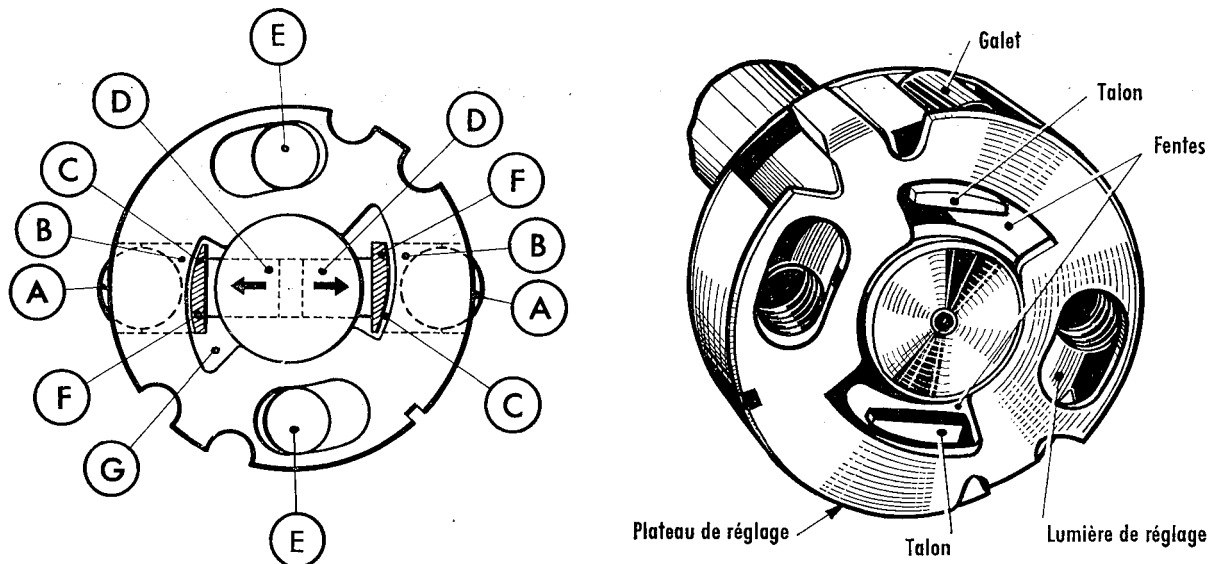

Fig. 7. — Système de réglage du débit maximum.
Lors du refoulement, ces deux pistons sont actionnés par deux galets cylindriques (fig. 7) qui sont repoussés par les bossages des cames usinées à l'intérieur d'un anneau fixe (3).
- (1) Le régulateur mécanique possède un degré d'irrégularité de 2 à 3 %.
La course des pistons du rotor étant déterminée par la quantité de combustible admise dans la chambre, il est possible d'obtenir un **réglage de débit maximum** en limitant, vers l'extérieur, la course des patins porte-galets (fig. 7).
Les galets **A** sont maintenus par des patins **B** sur lesquels viennent porter les pistons **D** (fig. 7). Ces patins sont munis de talons **F** à profil excentré qui s'engagent dans les secteurs **G** des plateaux de réglage.